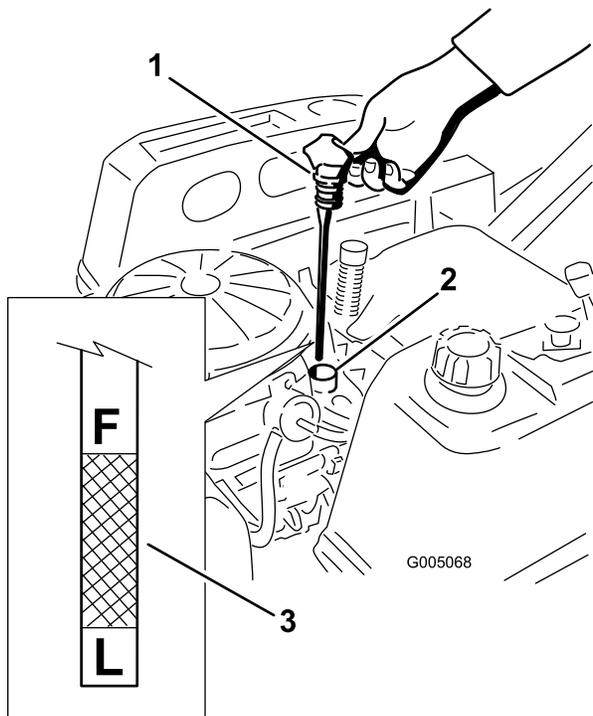

Figure 26
4. Sortez le bouchon de remplissage/jauge de niveau d'huile et l'essuyer sur un chiffon. Remettez la jauge en place en l'enfonçant au maximum (Figure 26).
5. Sortez de nouveau la jauge et contrôlez le niveau d'huile (Figure 26).
8. Tournez le robinet de vidange d'huile de 1/4 de tour dans le sens anti-horaire pour l'ouvrir et permettre à l'huile de s'écouler (Figure 28). Enlevez le bouchon de remplissage/la jauge (Figure 26).
15. Versez avec précaution environ 80 % de la quantité d'huile spécifiée dans le goulot de remplissage (Figure 26).
16. Remettez fermement en place le bouchon de remplissage/la jauge d'huile (Figure 26).
17. Vérifiez le niveau d'huile (Figure 26) (voir Contrôle du niveau d'huile).
19. Remettez fermement en place le bouchon de remplissage/la jauge d'huile (Figure 26).